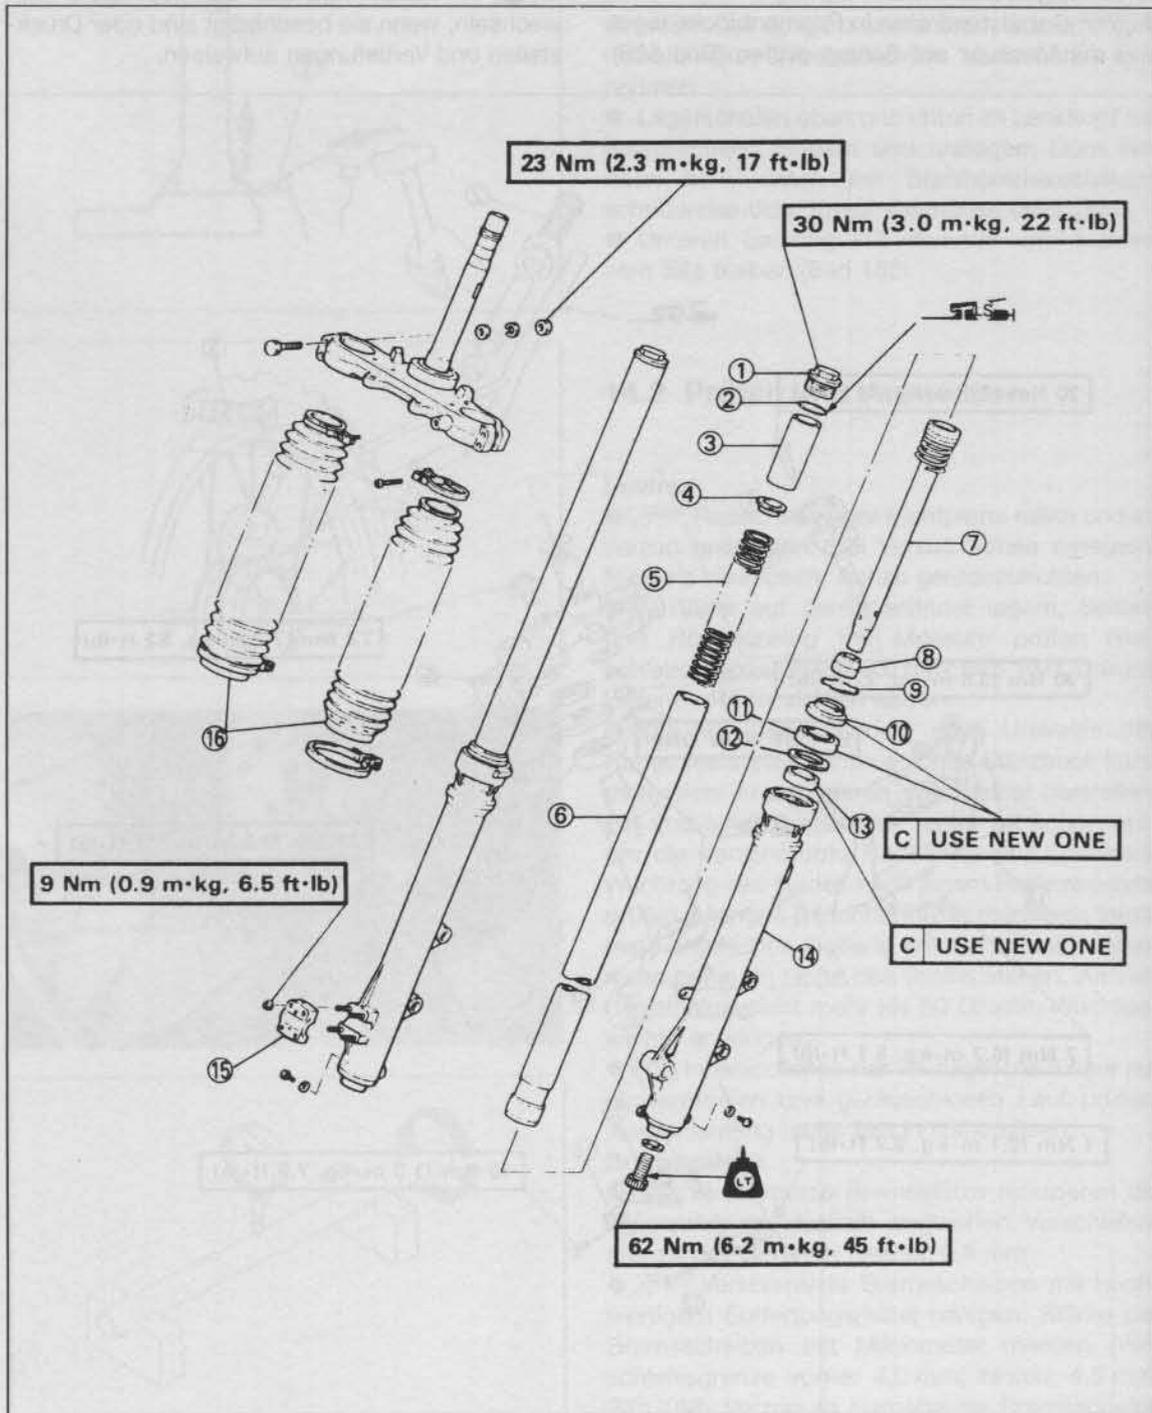
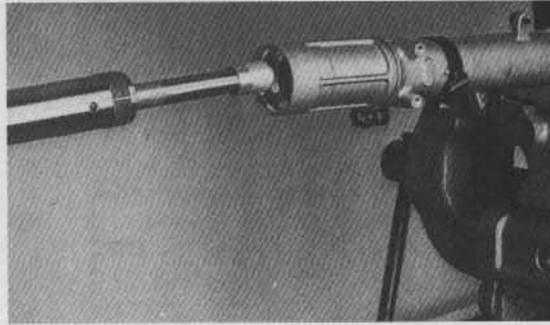

Bild 192
Bild 193
- Falls demontiert, Nylon-Kolbenring von Hand auf Dämpferstange (⑦ Bild 192) anbringen und Stange samt Druckfeder durch Standrohr durchstecken, Öldichtstück auf Ende des Dämpferkolbens aufsetzen und Standrohr in Tauchrohr einschieben (Bild 193).